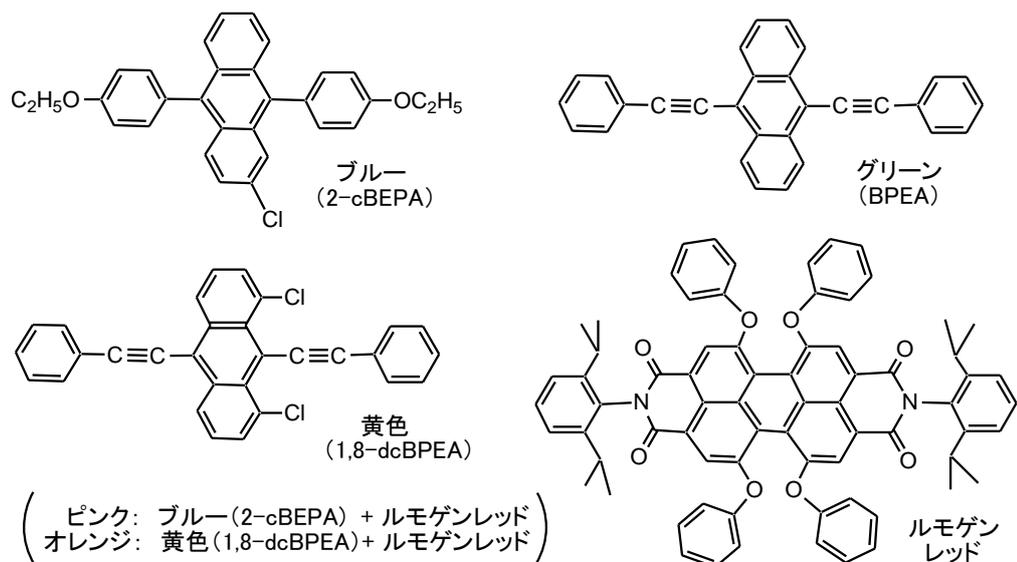

図 3. 蛍光色素²⁾
プラスチック製の外筒の中に、ガラス製のアンブル（内筒）が入っている。①内筒には活性シュウ酸エステルと蛍光色素の溶液が入っており、内筒と外筒の間にはサリチル酸ナトリウムを添加した過酸化水素溶液が入っている。外筒を軽く折り曲げることによって、中のアンブルを割り、2つの液を混ぜ合わせることで化学発光が開始する。蛍光色素の種類（図 3）によって、発する光の色が異なる。ブルー、グリーン、黄色は単一の蛍光色素が使われているが、ピンクとオレンジは 2 種類の色素を混ぜることで、それぞれの色の光が作り出される。なお、発光の量子収率が決まっているので、温度が高いと光は強くなるが、持続時間は短くなる。